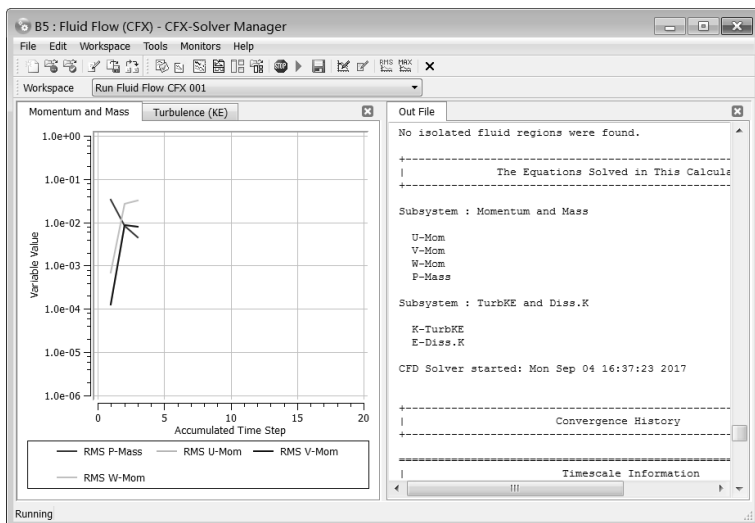

图 17-68 求解（2）
Step2：此时会出现如图 17-68 所示的“计算过程监控”对话框，对话框左侧为残差曲线，右侧为计算过程。